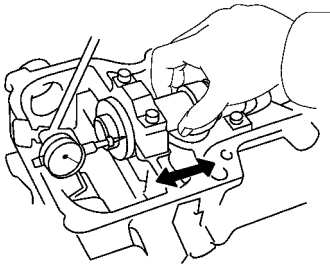

图 1-51 测量凸轮轴的轴向间隙
(15) 测量凸轮轴的轴向间隙。将凸轮轴和轴承盖擦洗干净并将它们安装好，然后前后推动凸轮轴，同时用千分表测量轴向间隙，如图 1-51 所示。